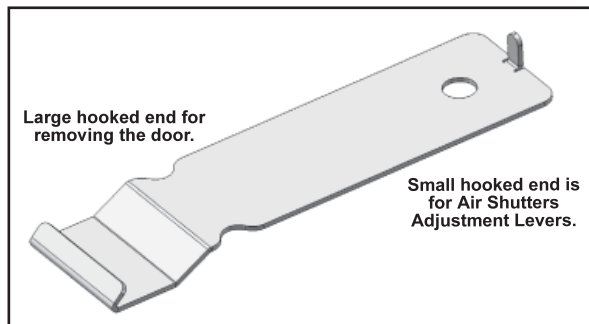
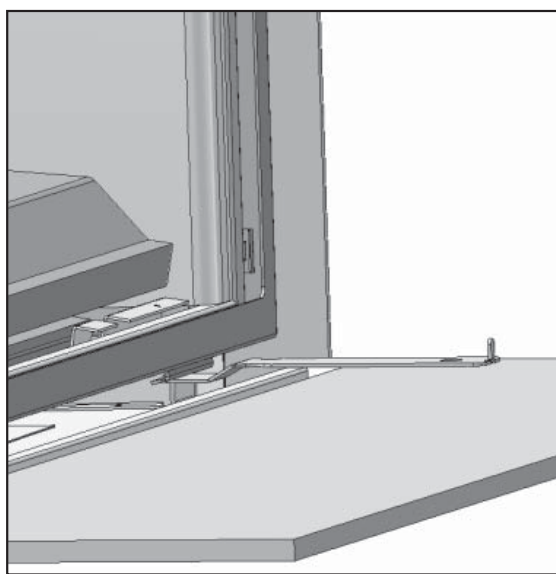

Figure 45: Outil de verrou de porte / Ajustement d'air
Figure 47 : Outil de verrou de porte en place.
- 1) La porte du foyer est retenue par deux (2) crochets au dessus de la boîte à feu. Les deux (2) verrous de porte, au bas de la boîte à feu, s'accrochent au-dessus des rebords, sur le dessous de l'armature de la porte.
- 2) Abaissez l'outil de verrouillage de la porte, situé sous l'armature de la porte. Attrapez le verrou inférieur de la porte, avec l'outil de verrou de porte (voir figure 45) et tirez-le légèrement, puis allez vers le bas. Une fois que le verrou de porte inférieur est dégagé du rebord inférieur de l'armature de porte, relâchez-le vers l'intérieur et puis enlevez l'outil de verrou de porte. Référez-vous aux figures 47 et 48.